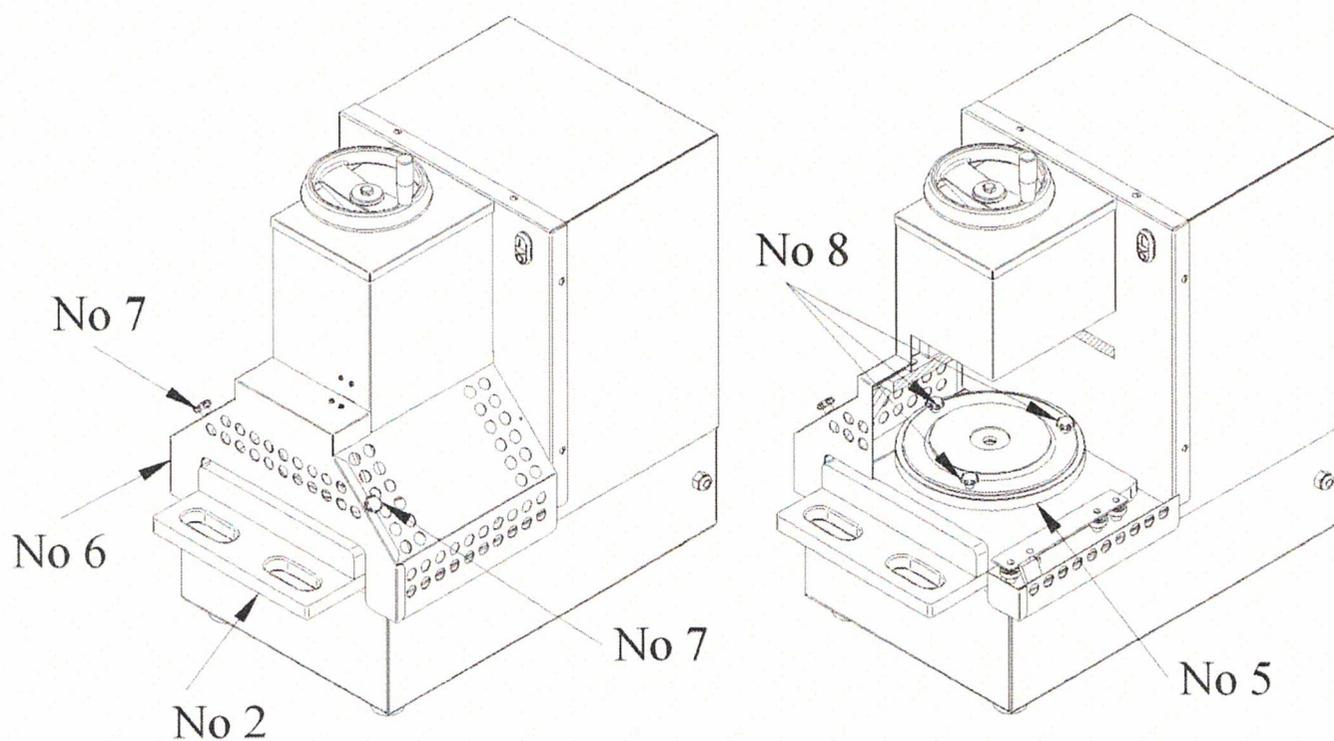

Рисунок 3
1. Снимите пластиковую подставку (Рисунок 3, № 2) с машины.
2. Освободите переднюю стенку (Рисунок 3, № 6) открутив гайки (Рисунок 3, № 7) и снимите ее с машины. Соблюдайте осторожность при этом, чтобы не повредить выключатель безопасности, который на ней находится.
3. Снимите пластиковый круг (Рисунок 3, № 5) открутив 3 заклепки (Рисунок 3, № 8).